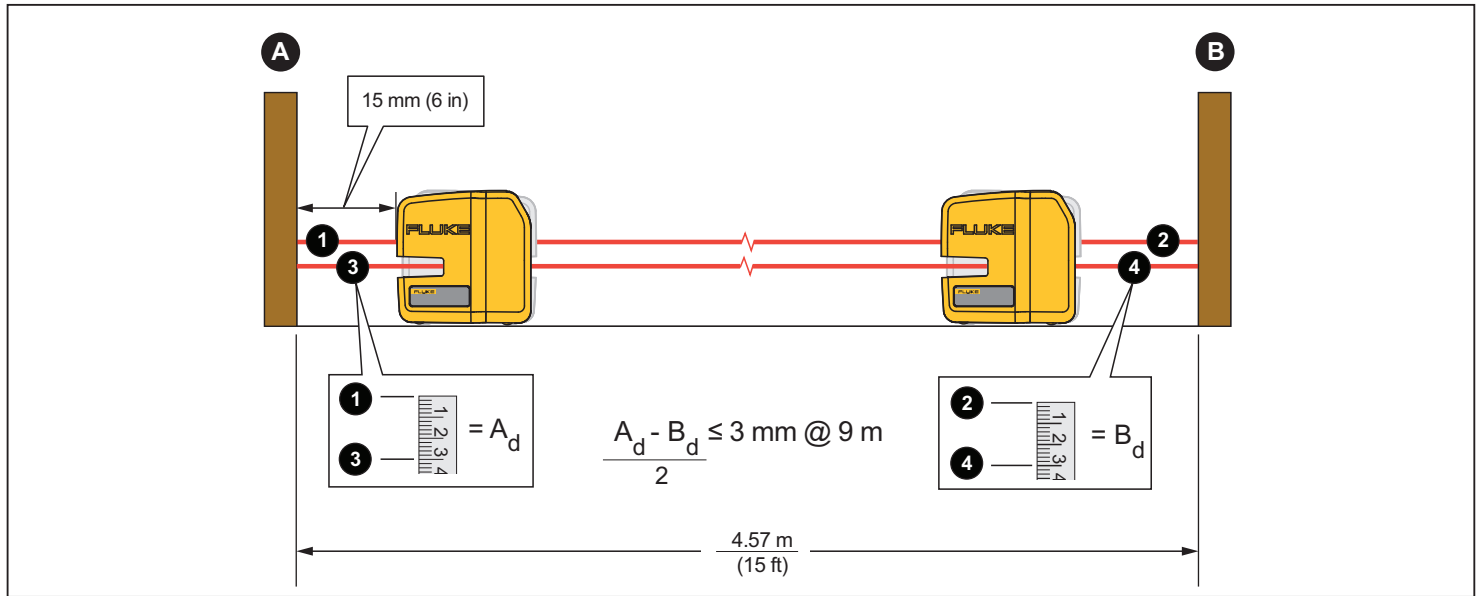

Abbildung 5. Genauigkeit des horizontalen Lasers
1. Eine beinahe waagerechte Fläche, vorzugsweise eine Betonplatte mit einer Seitenlänge von $\geq 7,62$ m (25 ft), und zwei gegenüberliegende Wände, die als Messobjekte verwendet werden können, suchen. Es kann auch Restholz als Messobjekt verwendet werden. Siehe Abbildung 5.